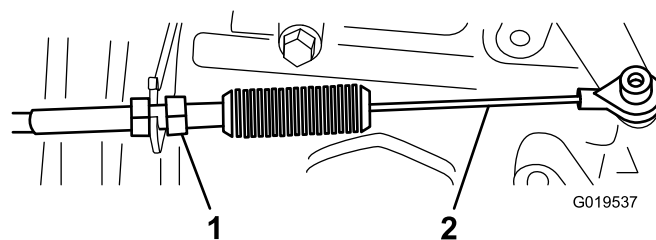
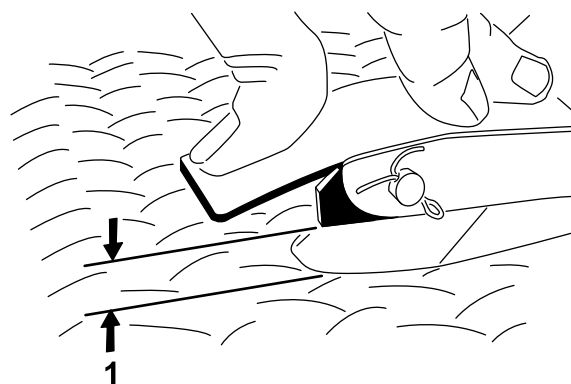

Figura 67
Figura 68
2. Regolate il giunto a sfera sul cavo dell'acceleratore (Figura 67) in modo tale che, applicando una forza di 11,3 kg al centro del pedale, si abbia un gioco compreso tra 2,54 e 6,35 mm tra il braccio del pedale dell'acceleratore e la superficie con motivo a rombi del pianale del veicolo (Figura 68).
3. Serrate il dado di bloccaggio (Figura 67).